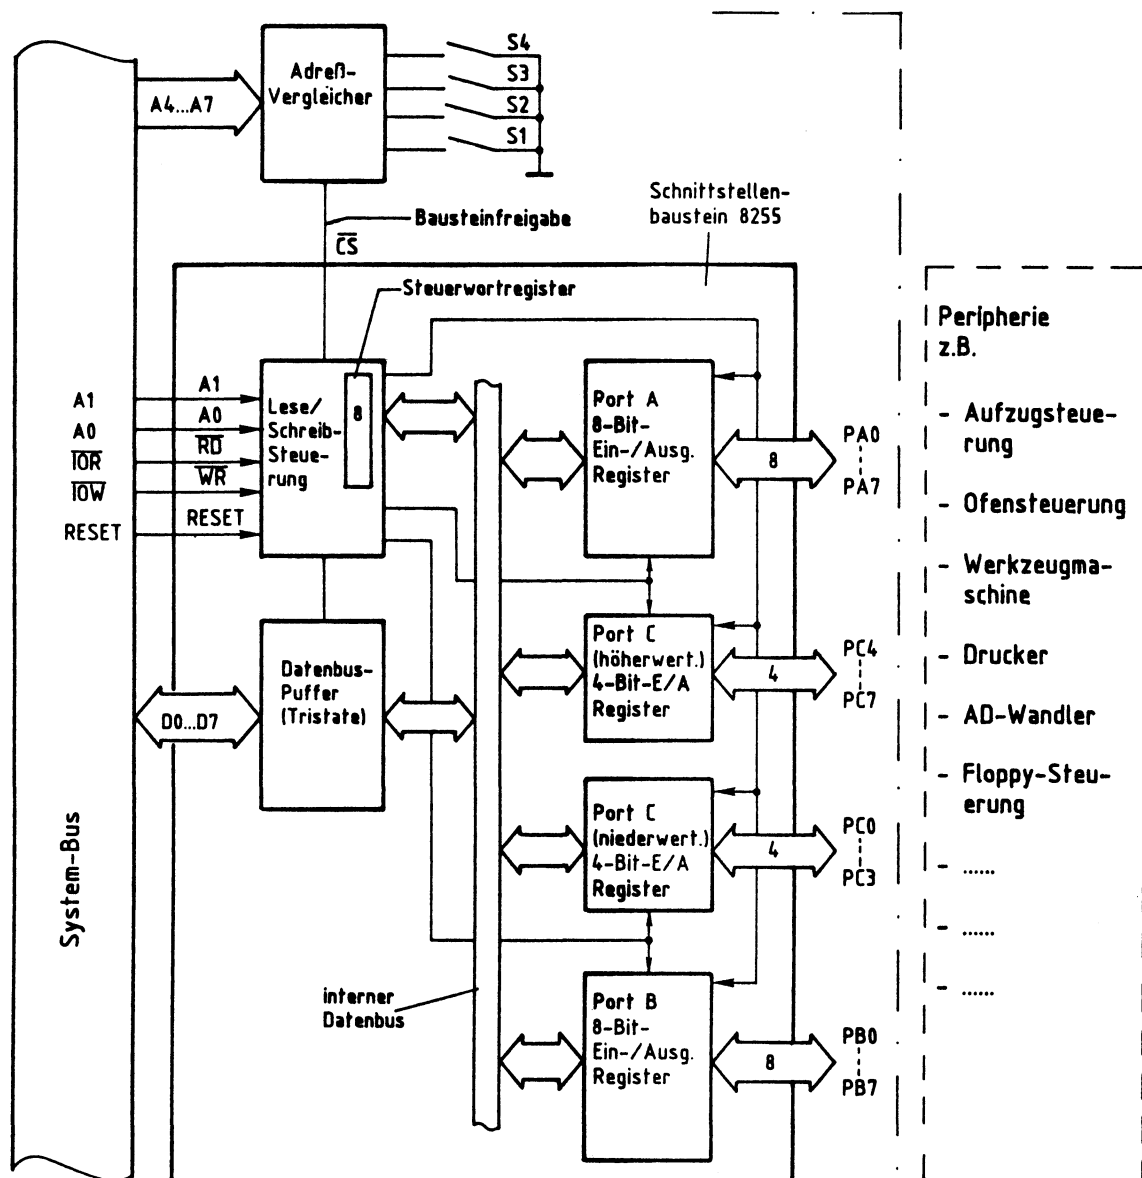

Bild 1: Blockschaltbild der "Programmierbaren Parallelschnittstelle"...
Bild 1 zeigt das Blockschaltbild der Baugruppe "Programmierbare Parallelschnittstelle", die aus den Schaltungsteilen "Adreßvergleich" und "Programmierbarer Schnittstellenbaustein (8255)" besteht. Vor der Behandlung spezieller Einzelheiten wird zunächst die grundsätzliche Wirkungsweise der Baugruppe anhand dieses Blockschaltbildes erklärt.
Beim Lesen der einzelnen Eingabeports, beim Ausgeben von Daten über die Ausgabeports und beim Einschreiben von Steuerworten in das Steuerwort-Register muß dem Baustein 8255 über die Adreßanschlüsse A0 und A1 mitgeteilt werden, welcher der vier internen Blöcke (drei Ports und ein Steuerwort-Register, siehe Bild 1) am gewünschten Datenverkehr beteiligt sein soll. Bild 4 zeigt die Adressierung der Blöcke durch die Adreßleitungen A0 und A1.
Nachdem der Mikroprozessor die Adresse eines der drei Ports oder des Steuerwort-Registers ausgegeben hat, steuert er durch L-Pegel auf einer der beiden Steuerleitungen \overline{IOR} oder \overline{IOW} , ob er Daten aus dem Baustein lesen oder zum Baustein senden will. Die beiden Steuerleitungen sind mit den Bausteinanschlüssen \overline{RD} und \overline{WR} verbunden (Bild 1). Mit den Pegeln an diesen Eingängen wird innerhalb des Bausteins über die "Lese/Schreib-Steuerung" die Datenübertragungsrichtung gesteuert.
- Je ein 4-Bit-Kanal von Port C kann in Verbindung mit den Ports A und B verwendet werden (siehe auch Bild 1)